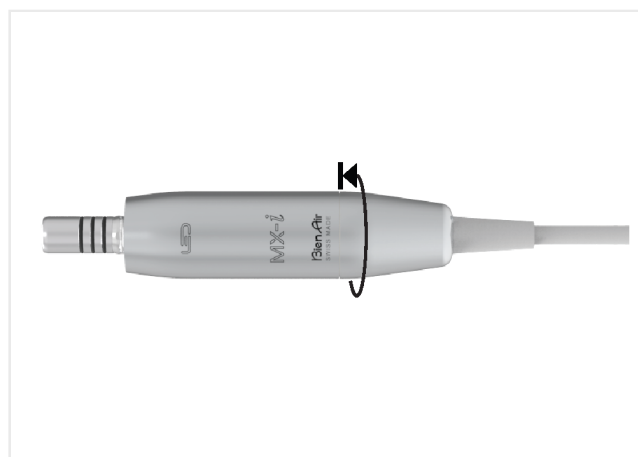

FIG. 4
4. Schroef de kabelhuls op de achterste motoraansluiting terwijl u de motor vasthoudt. FIG. 4.